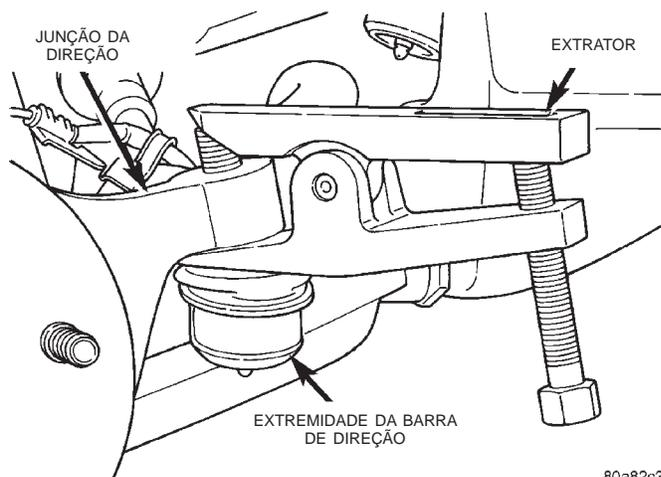
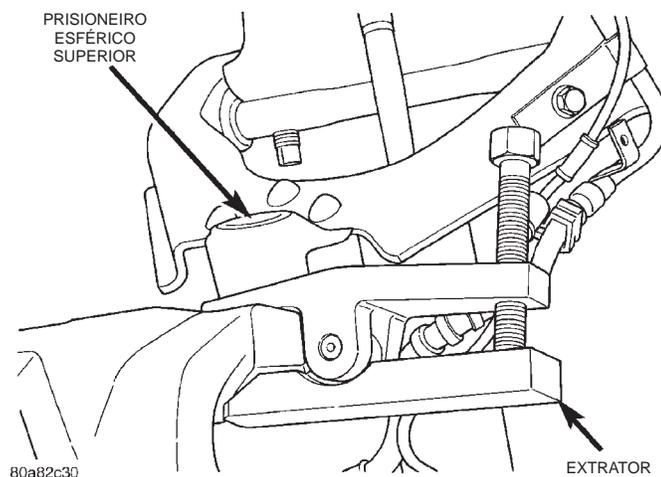

Fig. 6 Extremidade da Barra de Direção
Fig. 7 Junta Esférica Superior
(1) Levante e apóie o veículo.
(2) Remova o conjunto de roda e pneu.
(3) Remova a pinça, o rotor, o protetor e o sensor de rotação da roda ABS, se assim equipado, do freio. Consulte o Grupo 5, "Freios".
(4) Remova o eixo de transmissão dianteiro, consulte o Grupo 3 "Diferencial e Linha de Transmissão".
(5) Remova o contrapino e a porca da extremidade da barra de direção. Separe a barra de direção da junção com o Extrator MB-991113 (Fig. 6).
(6) Sustente o braço inferior da suspensão com um macaco hidráulico e levante o macaco para aliviar a carga do amortecedor de recuo.
(7) Remova o contrapino e a porca da junta esférica superior. Separe a junta esférica da junção com o Extrator MB-991113 (Fig. 7).